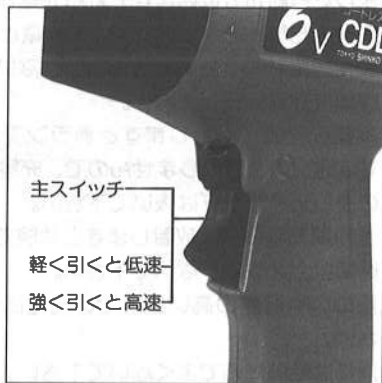

図5
- ④低速回転から高速回転に移るときに一度スイッチが切れますが故障ではありません。(図5参照)
- ④先端工具を取り付け後は、低速で回転させ正確にセットできているか確認の上強く締めつけて下さい。
- ④傾いてセットしますと正確なネジ締め、穴あけができません。
- ④かたい材料、割れやすい材料には下穴をあけておくと上手にネジ締めができます。(下穴の頂をご参照下さい。)